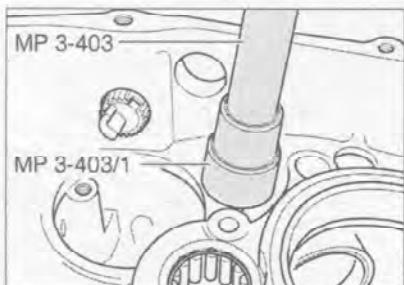

Рис. 7.69. Установка шарикоподшипника проводится с помощью специального инструмента.
3. Установка шарикоподшипника проводится с помощью специального инструмента (рис. 7.69).